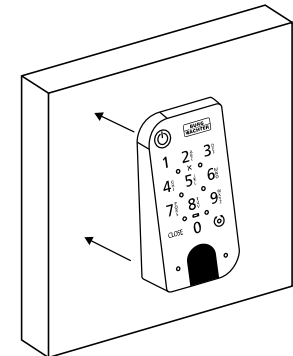

Abb. 8
- 3 Kleben Sie die Tastatur an die gewünschte Position an die Wand (Abb. 8).